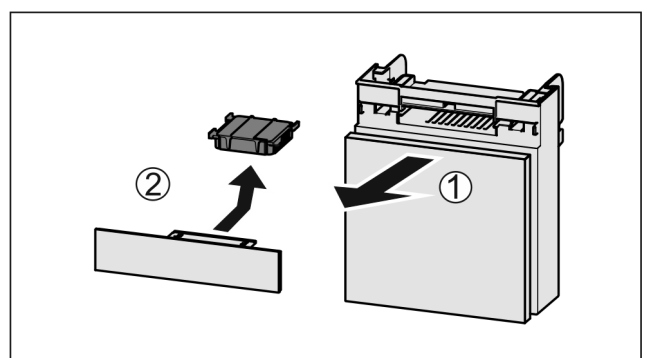

Fig. 62
- ▶ Vytiahnite zásuvku smerom dopredu Fig. 62 (1).
- ▶ Vyberte aktívny uhlíkový filter Fig. 62 (2).